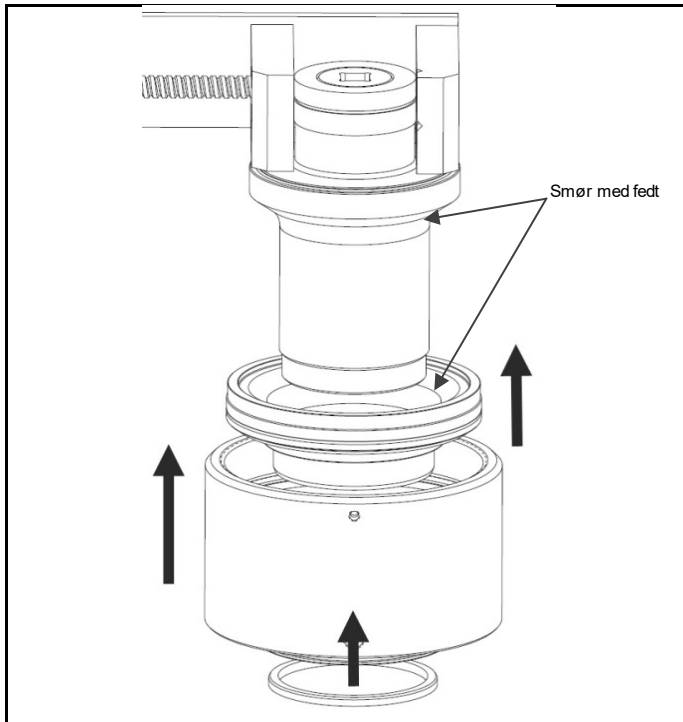

Fig. 4.5 Sæt indsætssamling, krop og bærer på trækstykket
- Når kroppen og indsætssamlingerne trækkes tilbage på trækstykket, skal man passe på ikke at beskadige nogen af de interne overflader. (Fig. 4.5)